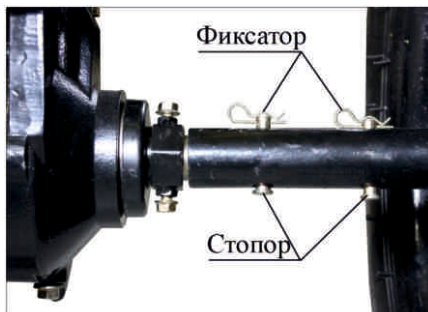

Рис.9
- Установите мотоблок на устойчивые подставки и, вынув стопора, снимите колесо с выходного вала редуктора. Наденьте фрезу на выходной вал редуктора. Совместите отверстия во втулке фрезы и выходного вала редуктора, вставьте стопора и зафиксируйте их (рис.9).
- Для увеличения устойчивости мотоблока при езде, рекомендуется увеличить колею. Для этого извлеките стопора (рис.9) и переставьте колеса, зафиксировав в крайнем положении одним стопором.